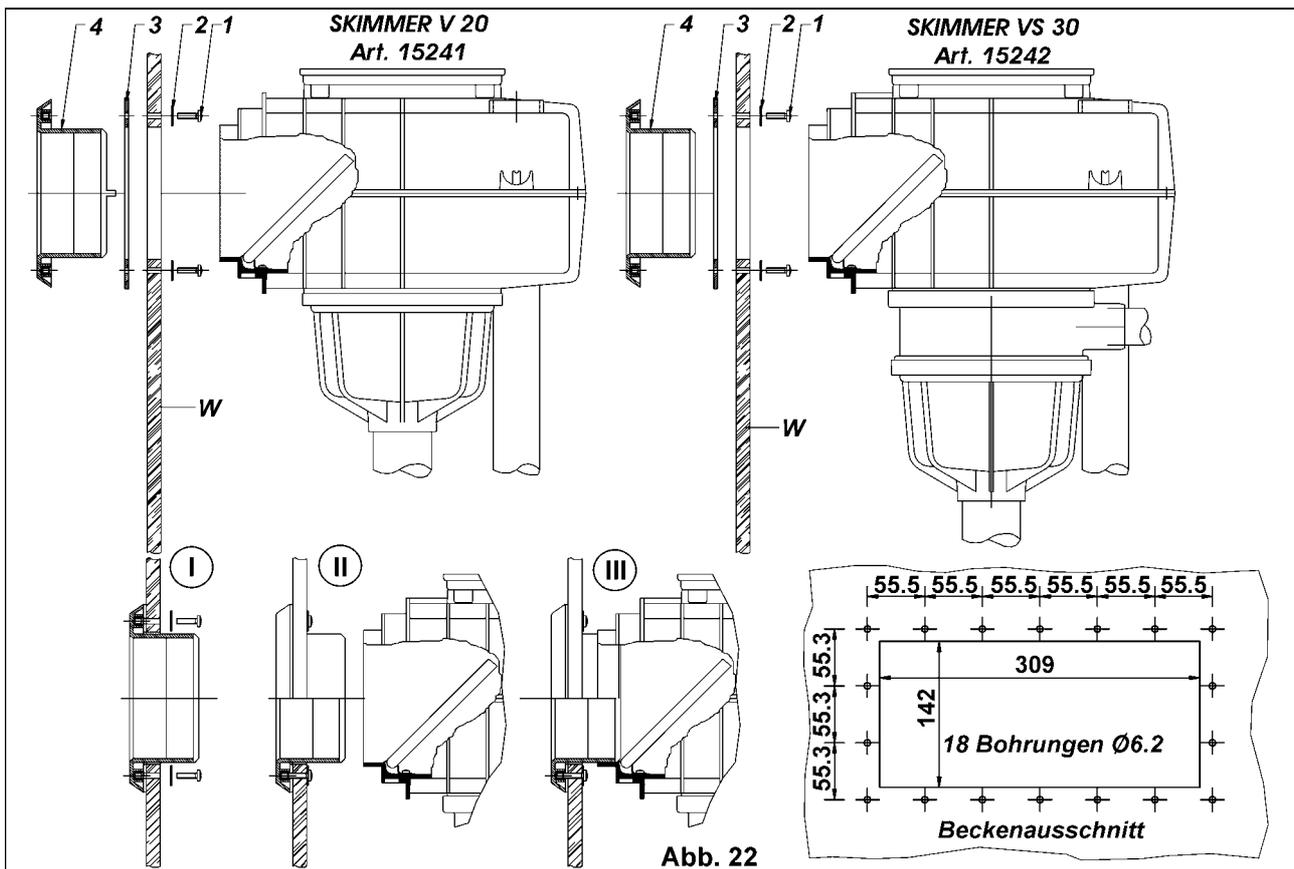

Abb. 22
3.7 Einbau der Skimmer V20 und VS30 in vorgefertigte Becken aus Niro, GFK oder Alu mit Skimmerwanddurchführung Art. 1522 (Abb. 22)
Montage: Um den Skimmer V20 bzw. VS30 in ein Polyester- bzw. Alu/Stahlbecken einzubauen muss zuerst in der Beckenwand ein Ausschnitt mit Abmessungen von 142x309mm und 18 Bohrungen $\varnothing 6,2$ mm vorbereitet werden. (Abb. 22)